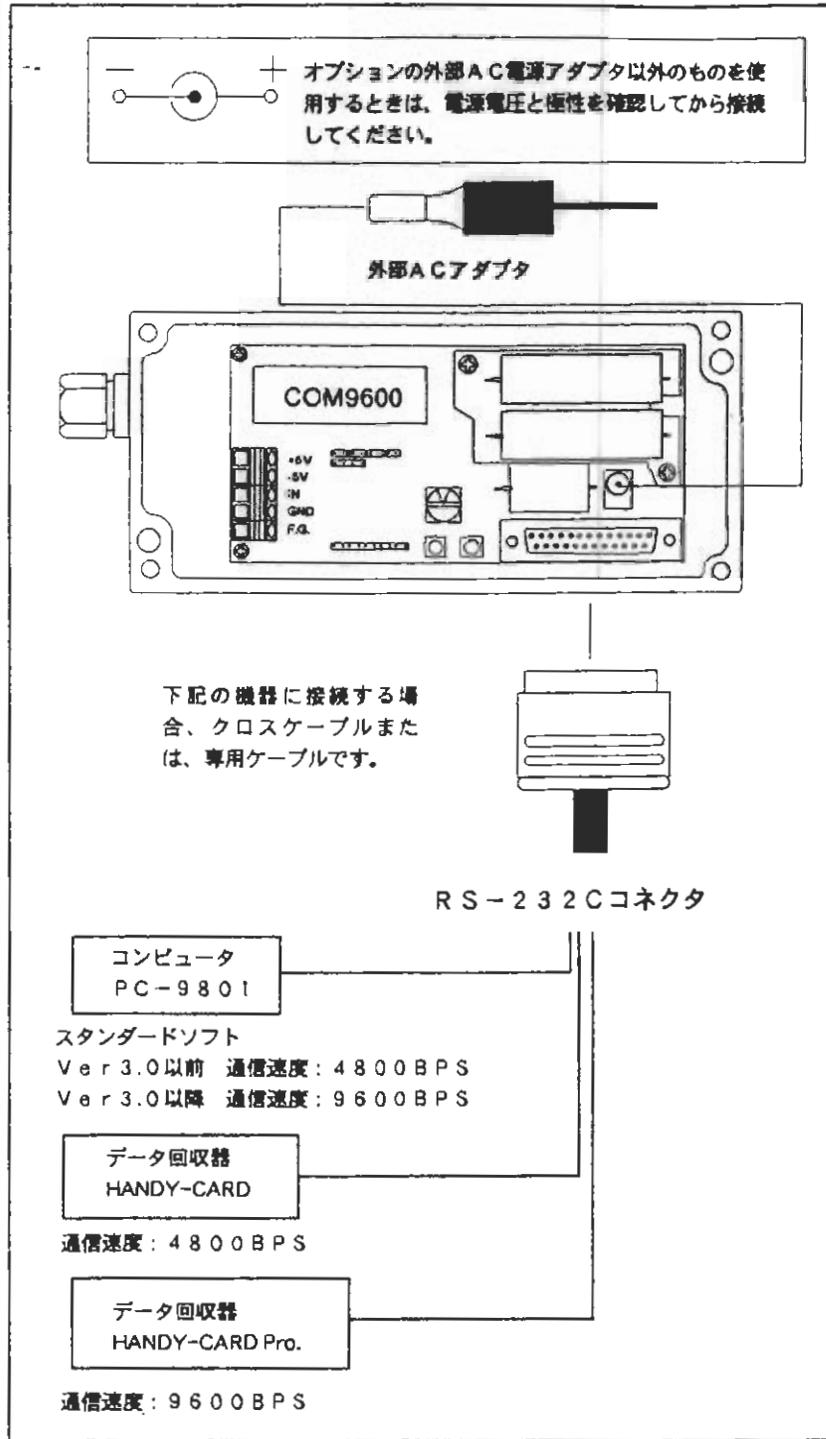

図 1-3. 周辺機器接続図
- 1) .オプションの外部AC電源アダプタを図1-3の様に接続してください。